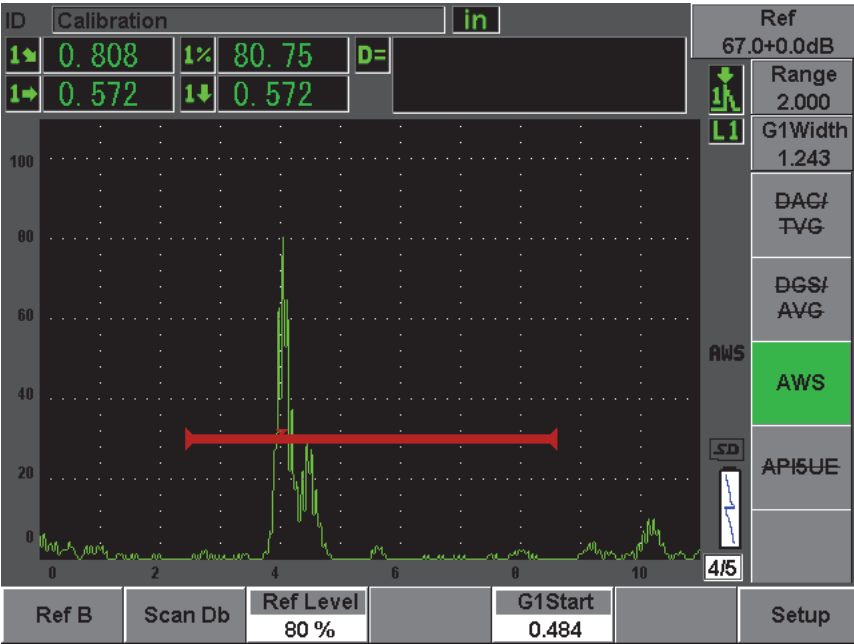

图 12-19 存储前的参考 B 值
3. 选择 **AWS > Ref B** (参考 B), 将闸门内反射体存储为 **Ref B** (参考 B) 值, 并选择 **YES** (是) 进行确认 (参见第 249 页的图 12-19)。